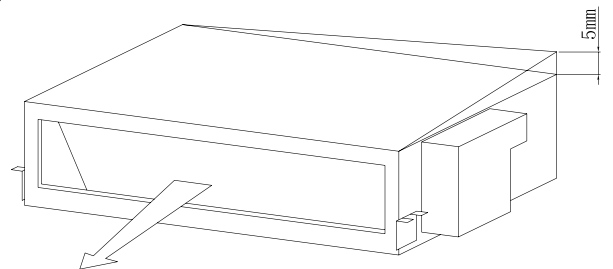

图4.7 顶面倾斜度
(2) 图4.7所示，室内机排水管端稍微低于空调内机另一端（0毫米~5毫米），以利于排水。
(3) 调整完毕后，将悬吊螺母拧紧。必须涂上螺纹锁固剂以防螺母松动。